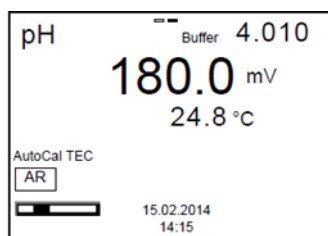

Figura 4: Display de sonda multiparamétrica WTW 3320 en AutoRead durante proceso de calibración.
- Presione **<RUN/ENTER>** para comenzar la medición *AutoRead*; la indicación **AR** parpadeará en la sección inferior izquierda pantalla (Figura 4).